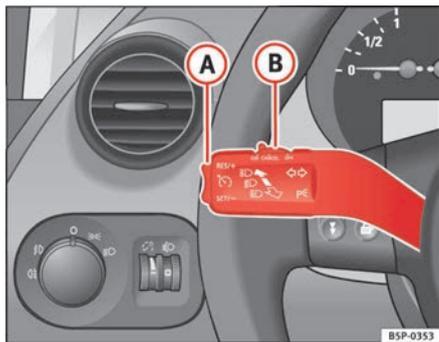

Abb. 147 Blinker- und Fernlichthebel: Schalter und Wippe für die Geschwindigkeitsregelanlage
- Schieben Sie den Schalter ⇒ Abb. 147 (B) nach links auf **ON**.